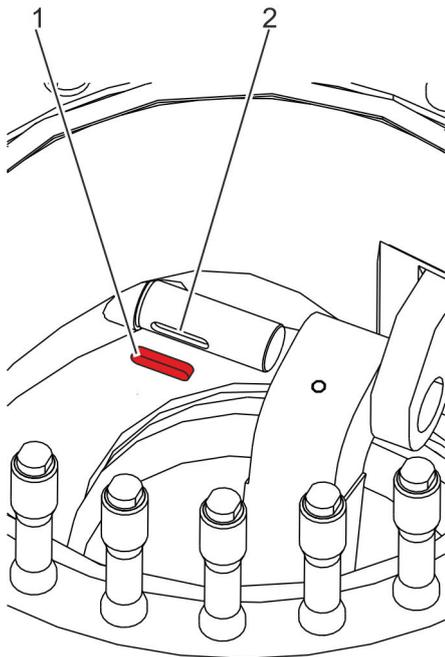

Abb. 25: Passfeder
7. ▶ Passfeder (Abb. 25/1) aus der Nut (Abb. 25/2) der Klappenwelle entfernen.
11. ▶ Passfeder (Abb. 25/1) in die Nut (Abb. 25/2) der Klappenwelle einsetzen.